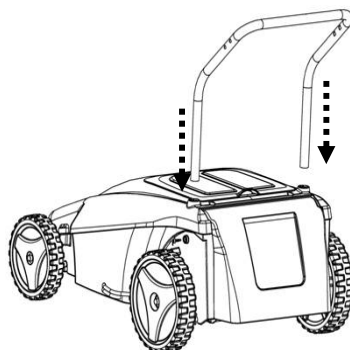

Figure 2
2. Fixez la barre de poignée inférieure à l'aide des vis fournies dans l'emballage des accessoires (*Figure 2*).